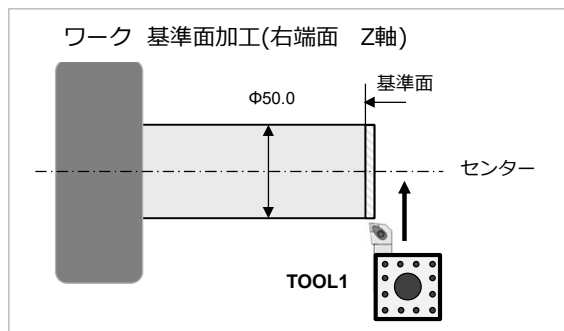

図 2
2. ワークの右端面に基準面を作ります。バイトで右端面を適量切削します。(図2) センターを少し残す程度まで切削したらZ軸は動かさずに、そのままの状態にしておきます。